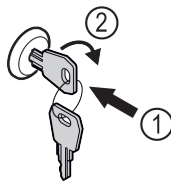

Fig. 45
- ▶ Пъхнете ключа Fig. 45 (1).
- ▶ Завъртете го на 90° по посока на часовниковата стрелка Fig. 45 (2).